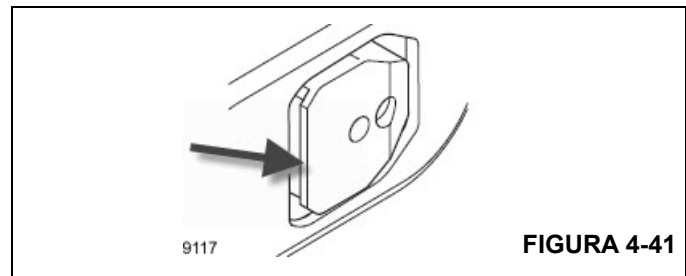

FIGURA 4-41
- Assumindo que a seção da lança é solicitada para ser travada, é importante saber que existem algumas fases do movimento automático para travar a seção da lança. Em particular, a Figura 4-41 mostra que há um “lábio” nos pinos da seção da lança (apontados pela seta na figura). A primeira fase para o travamento da seção da lança é liberar/estender os pinos para dentro do furo/recorte na seção da lança envolvente. Se isto for bem-sucedido, então haverá uma segunda fase de movimento automático para colocar a seção da lança na superfície plana adequada dos pinos que está próxima ao lábio. Em uma fase final, confirma-se que o pino está engatado e que a seção da
- O operador pode usar o controlador do telescópio na direção de retração por, pelo menos, 1 segundo, e então o movimento automático para destravar a seção da lança (T4 no exemplo) será iniciado. É importante saber que existem duas fases para destravar uma seção da lança. Como mencionado anteriormente e mostrado na Figura 4-41, há um lábio nos pinos da seção da lança. Portanto, a primeira fase do movimento automático é levantar a seção da lança para ter espaço livre a partir desse lábio. Após a conclusão da elevação, os pinos são retraídos. A seção da lança agora pode ser retraída.